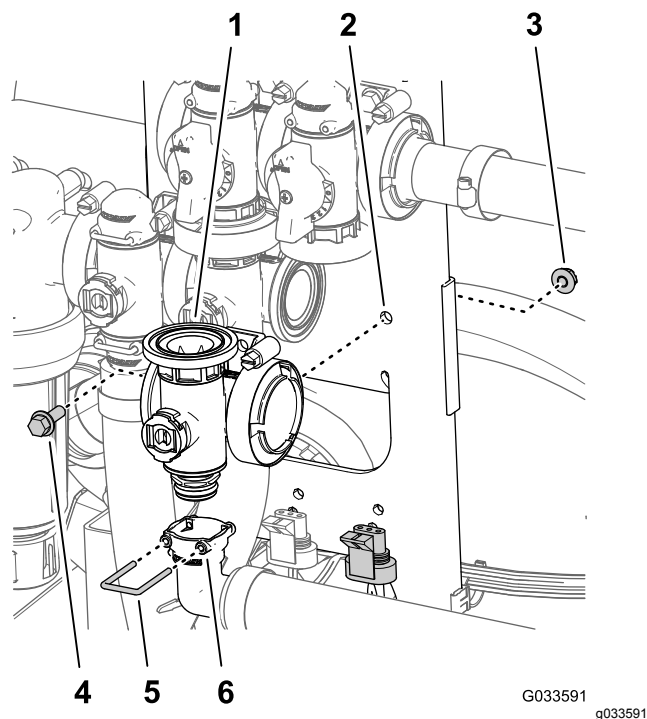

Figura 115
5. Alinhe a entrada da união de saída de 90° na união na parte inferior do coletor da válvula da rampa principal (Figura 115).
6. Prenda a união de saída da união inserindo um retentor na entrada da união de saída (Figura 115).